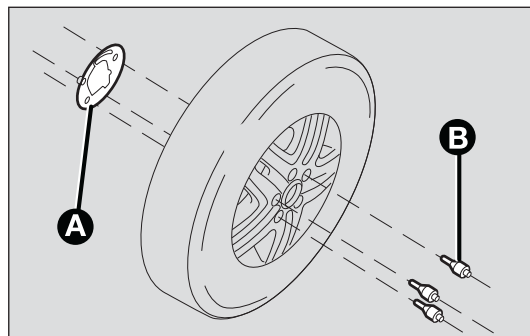

fig. 163
- monte en la rueda de aleación la correspondiente placa A-fig. 163, fijándola con los tornillos B-fig. 163 en dotación, utilizando la llave facilitada;